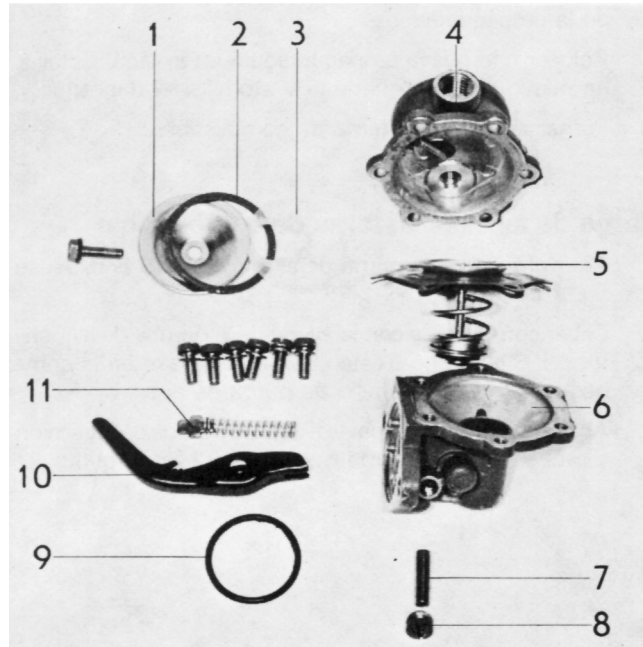
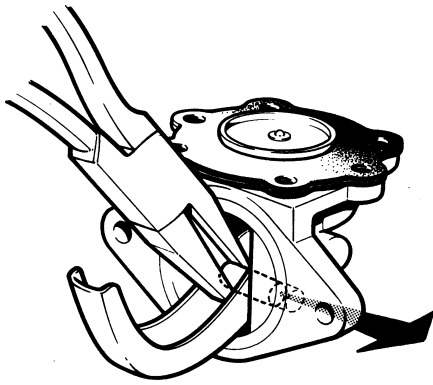

Figure 46. Pompe d'alimentation
Figure 47. Démontage du levier
2. Retirer le ressort de rappel (11, figure 46) et la vis (8). Extraire l'axe du levier en se servant d'une pince pointue, voir figure 47. Retirer le levier et la membrane.
Démontez le couvercle (1, figure 46). Retirez la crépine (3) et la nettoyez à l'air comprimé. Contrôlez le joint (2) avant le montage. Le remplacer en cas de nécessité par un joint neuf.